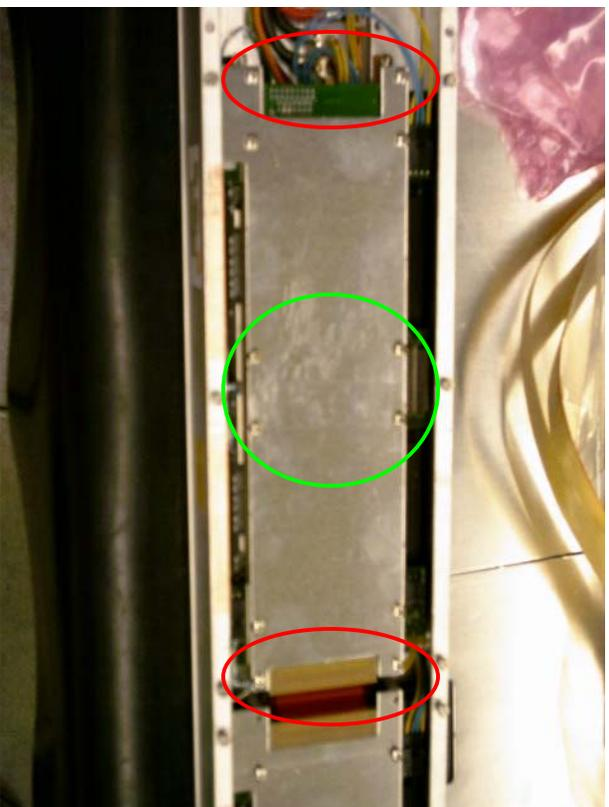

Figura 10: Viti per il fissaggio dei coperchi di dissipazione delle TRB.
- Inserire tutte le viti senza stringerle; vi sono due tipi di viti: M3x25 vanno nel foro in corrispondenza con quello dei listelli di alluminio (i 4 piu' centrali, cerchio verde nella foto in Figura 10) , M3x6 negli altri (cerchi rossi nella foto in Figura 10).